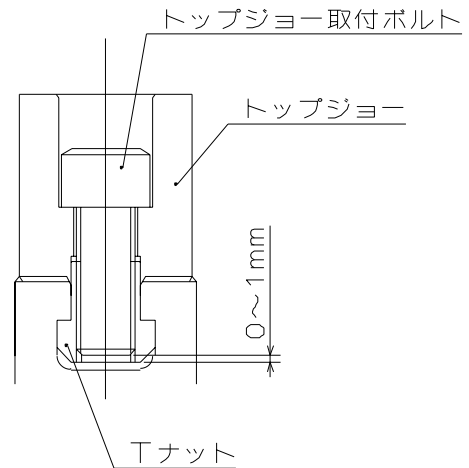

図 10
- ジョー取付ボルトの T ナットに対するねじ込み深さが浅いと、T ナットが破損し、ジョーや工作物が飛散して危険。取付ボルトが長すぎて T ナット底面から突き出ている場合も、トップジョーが固定されないため、ジョーや工作物が飛散して危険。従って、ジョー取付ボルトの全長は T ナットの底面より 0~-1mm 程度とすること。(図 10 参照)